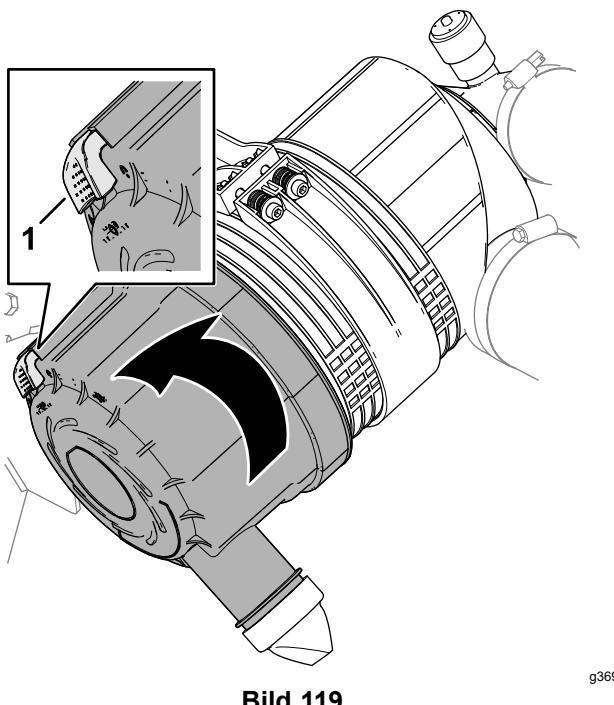

Bild 119
- Ziehen Sie den Riegel nach außen und drehen Sie die Luftfilterabdeckung nach links (Bild 119).